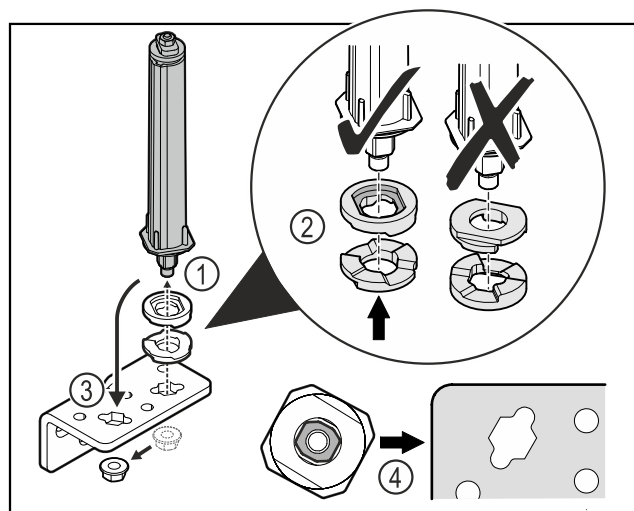

Fig. 47
- Løsn møtrikken, og afmonter dørlåsesystemet Fig. 47 (1).
- Vær opmærksom på, at højdeindstillingsskiverne vender korrekt Fig. 47 (2).
- Flyt lukkesystemet i hængselvinklen, og fastgør med møtrikken Fig. 47 (3).
- Vær opmærksom på, at dørlukkesystemet vender korrekt, når det sættes i Fig. 47 (4).